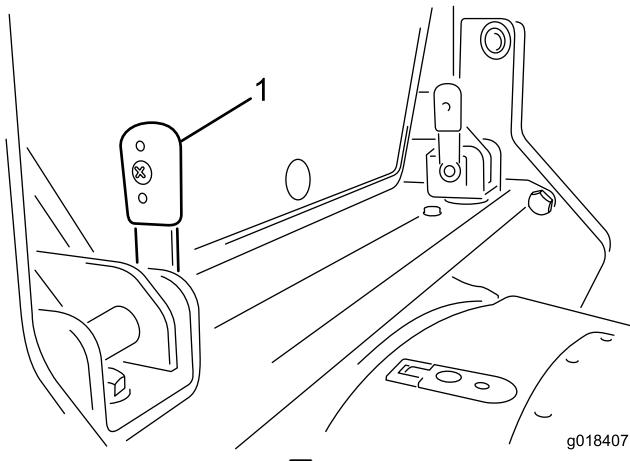

図 12
- キャブの後部についているロッキングレバー(2本を上向きにする)図12。
- 縦位置になっているレバー図12を、ブラケットにセットする。レバーのセットには多少の手間がかかるかもしれません。ロッキングペグとスロットとをきちんと整列させてレバーを差し込んでください。